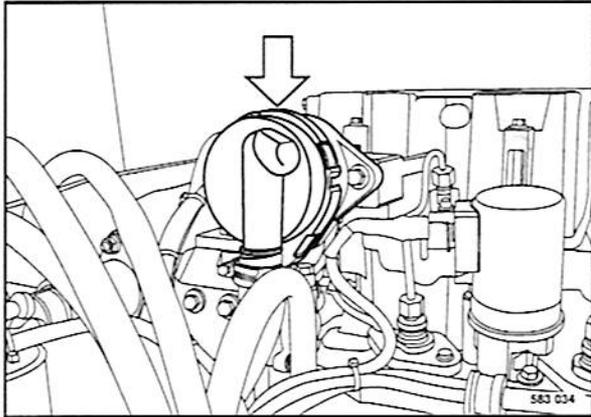

Fig. 184
- Reemplazar la válvula de ventilación (Fig. 184).